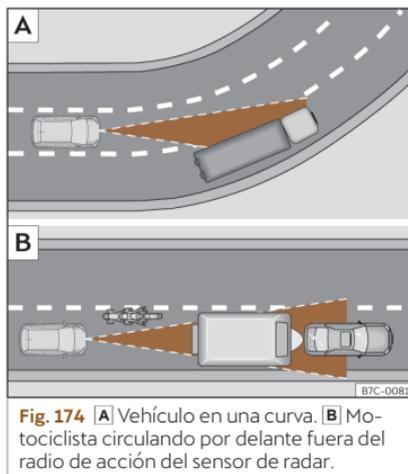

Fig. 174 [A] Vehículo en una curva. [B] Motociclista circulando por delante fuera del radio de acción del sensor de radar.
El ACC podría no detectar en curva el vehículo precedente o podría regular la distancia con vehículos que se encuentran en otros carriles»» fig. 174 [A].
- Vehículos que circulen desalineados o fuera de la zona de detección del sensor, por ejemplo, motocicletas»» fig. 174 [B].